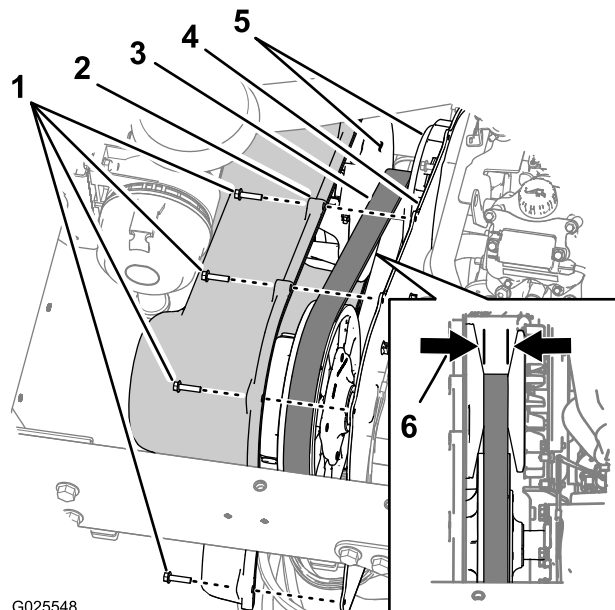

図 73
1. トランスミッションカバーをトランスミッション取り付けプレートに固定している六角ワッシャねじ9本1/4 x 1インチを外す 図 73。
2. 駆動ベルトが見える位置までカバーを前方にずらす 図 73。
3. 一次クラッチのテーパ面に破損の兆候がないか点検する 図 73。
4. 駆動ベルトの Cog 歯が欠けていたり破損したりしていないか点検する 図 73。
5. ベルトの幅を測定し、その値を記録する 図 73。
**注** ベルトの幅が 29.5 mm 以下になっている場合にはベルトを交換してください 図 73。
6. トランスミッションカバーの穴を、取り付けプレートの穴に合わせる 図 73。
7. カバーを取り付けプレートに固定する 図 73 ステップ1で取り外した六角ワッシャねじ9本1/4 x 1インチを使用し、10.212.4Nm1.01.3kg.m = 90110in-lbにトルク締めする。